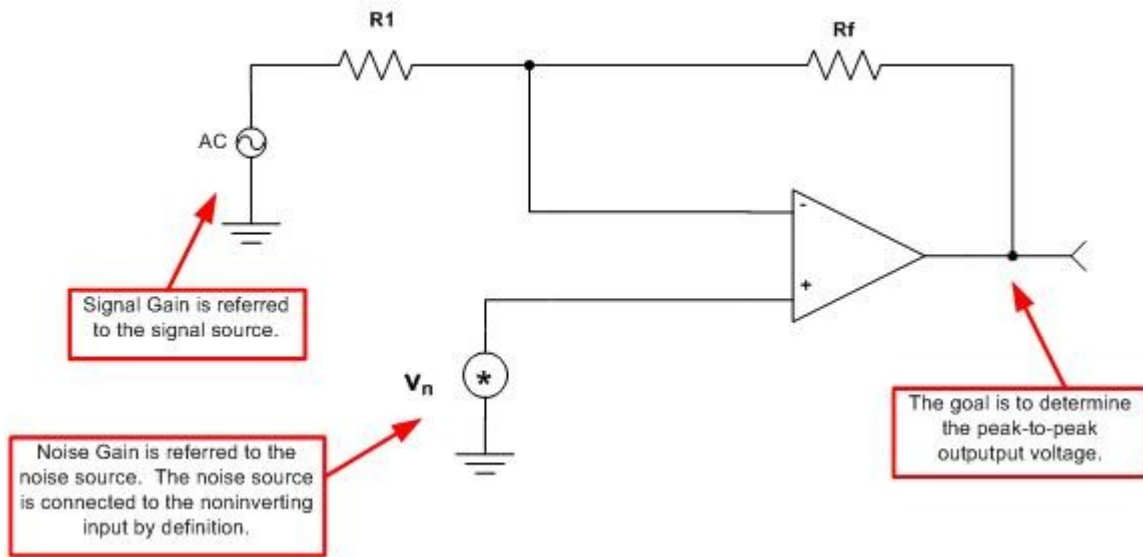

图 3.2: 噪声增益与信号增益
噪声增益是指运算放大器电路对总噪声参考输入 (RTI) 的增益。在某些情况下，这与信号增益并不相同。图 3.2 给出的实例显示了信号增益 (1) 与噪声增益 (2) 不同的情况。 $V_n$  信号源是指不同噪声源的噪声影响。请注意，通常在工程设计中，我们会在非反向输入端将所有噪声源结合为单个的噪声源。我们的最终目标是计算出运算放大器电路的噪声参考输出 (RTO)。